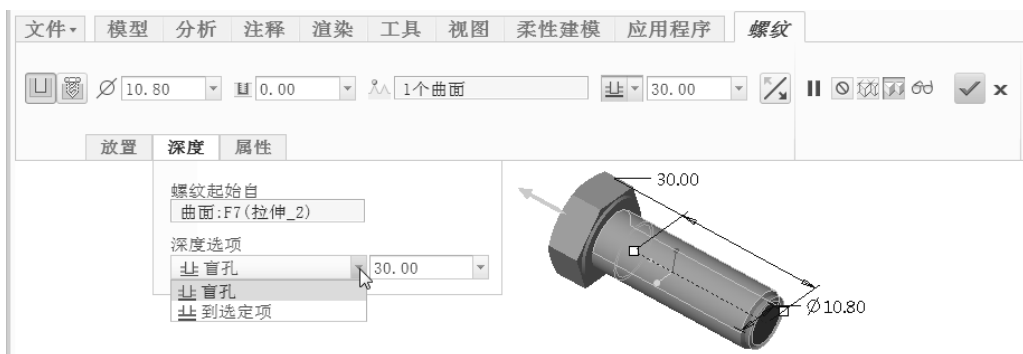

图 6-171 指定深度选项及螺纹长度
5) 从“深度选项”下拉列表框中选择 (盲孔) 图标选项, 设置螺纹长度为“30.00” (即距起始参考的距离为“30”), 如图 6-171 所示。在有些设计场合, 深度选项可以选择为 (到选定项) 图标选项, 并选择螺纹终止时所在的曲面、平面、轴、顶点、点或面组。